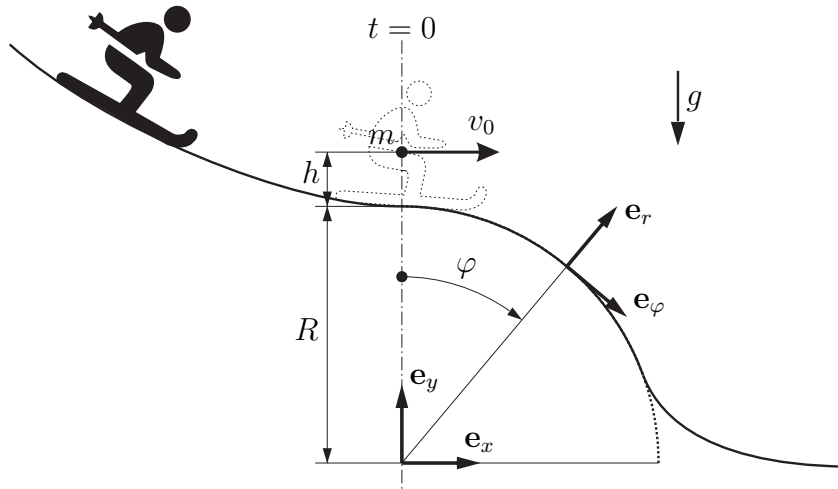

Abbildung 2: Skifahrer mit Kuppe.
2. Ein Skifahrer fährt wie in Abbildung 2 dargestellt mit der Geschwindigkeit v_0 über eine Kuppe mit dem Radius R . Die Masse m des Skifahrers soll konzentriert im Schwerpunkt in einer Höhe h über der Schneeoberfläche vorausgesetzt werden. 6 P.